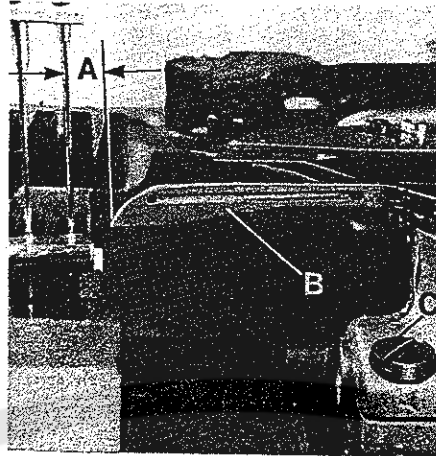

Fig. 21
Turn the pulley until the looper (B, Fig. 21) is at its farthest position to the right. In this position the distance (A) from the center of the right needle to the point of looper should be 4,0 mm (5/32 in.) on the two-needle 8, 10 and 12 gauge styles and 3,6 mm (9/64 in.) on the two- or three-needle 16 gauge styles. Looper gauges No. 21225-5/32 and No. 21225-9/64 can be used advantageously in making this setting.
Montieren Sie den hinteren Nadelanschlag, wenn noch nicht eingebaut. Drehen Sie an der Handrad-Riemenscheibe bis der Greifer (B, Fig. 21) in seiner rechten Einstellung ist. In dieser Stellung muß der Abstand (A) zwischen Mitte rechter Nadel und Greiferspitze 4,0 mm (5/32 in.) bei den Zweinadel 8, 10 und 12 gauge Maschinen und 3,6 mm (9/64 in.) bei den Zwei- oder Dreinadel 16 gauge Maschinen sein. Die Greifereinstellehren Nr. 21225-5/32 und Nr. 21225-9/64 erleichtern diese Einstellung.
For adjustment loosen clamp screw (C, Fig. 21) and rotate the looper holder as required. Retighten the clamp screw.
Zur Einstellung lösen Sie die Patzschraube (C, Fig. 21) und verdrehen den Greiferhalter entsprechend. Ziehen Sie die Schraube wieder an.